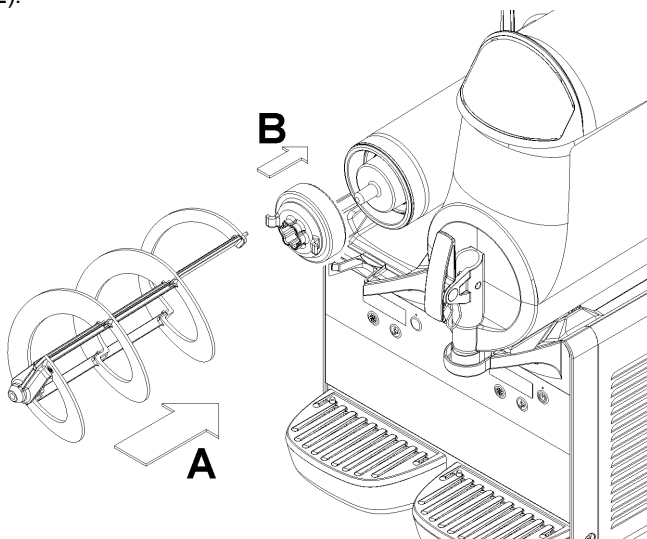

figure 12
**5** Remonter le joint hexagonal, suivi du mélangeur (voir figure 12).